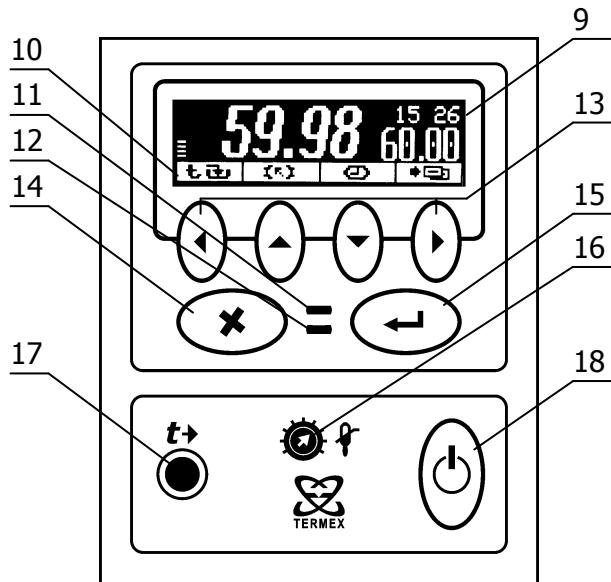

Рисунок 2 — Лицевая панель
Система безопасности термостата отключает двигатель насоса и нагреватель при срабатывании хотя бы одной из защит или неисправности управляющего датчика (1.2.17). При срабатывании системы безопасности раздается звуковой сигнал, загорается индикатор 11 (рисунок 2) и на дисплей 9 выводится информация о причине неисправности.
2.3.1 После подключения сетевого кабеля к электрической сети термостат переходит в режим ожидания. Подключение сопровождается кратковременной подсветкой дисплея 9 (рисунок 2).
2.5.6 Для выбора уставки в качестве текущей кнопками ( $\blacktriangle$ ) и ( $\blacktriangledown$ ) подвести к ней указатель. Значение отмеченной указателем уставки дублируется крупными цифрами в правой части дисплея. Для подтверждения выбора отмеченной уставки нажать кнопку 15 ( $\leftarrow$ ). Для отмены выбора нажать кнопку 14 ( $\times$ ) (рисунок 2).
2.5.7 Для изменения численного значения отмеченной указателем уставки нажать кнопку ( $\triangleright$ ). На рамке, обрамляющей значение уставки в правой части дисплея, появятся “засечки”, указывающие на изменяемую позицию в численном значении. Цифра в отмеченной позиции мигает. Нажатиями кнопок ( $\blacktriangle$ ) и ( $\blacktriangledown$ ) установить требуемую цифру в отмеченной позиции. Если удерживать кнопку нажатой, значение уставки будет изменяться непрерывно. Нажатиями кнопок ( $\blacktriangleleft$ ) и ( $\triangleright$ ) переместить отметку изменяемой позиции. Дискретность изменения значения уставки зависит от положения изменяемой позиции: если отмечена позиция десятков, то при единичном нажатии кнопки ( $\blacktriangle$ ) или ( $\blacktriangledown$ ) значение уставки изменится на  $10^{\circ}\text{C}$ . Если отмечена позиция десятых долей, то значение уставки изменится на  $0.1^{\circ}\text{C}$  соответственно. Закончить ввод нового значения уставки нажатием кнопки 15 ( $\leftarrow$ ). Для возврата к значению уставки до ее изменения нажать кнопку 14 ( $\times$ ) (рисунок 2).
2.6.3 При срабатывании защиты раздается звуковой сигнал и загорается красный индикатор срабатывания системы безопасности 11 (рисунок 2). Работа насоса и нагревателя будет блокирована. На дисплее отобразится текущее состояние системы защиты.